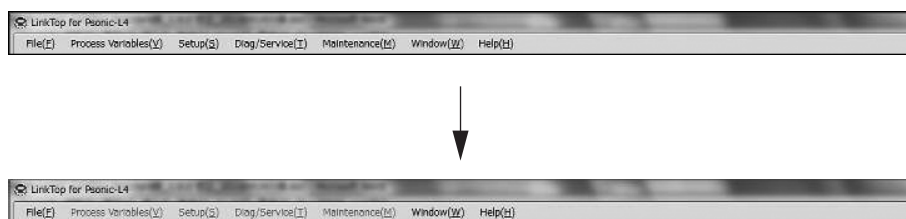

図3-15
- ③ 接続が終了すると、図3-15 のようにメニューが一部使用不可（文字の色が白色）となります。